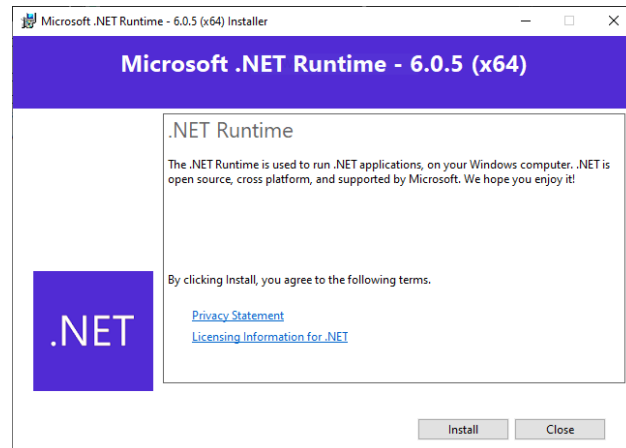
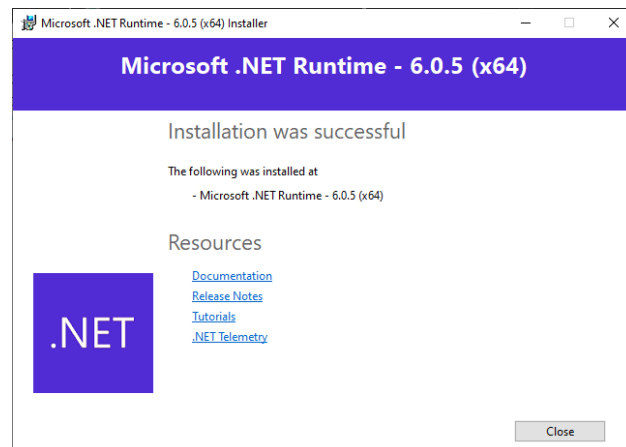

Figure 26: .NET运行时安装窗口。
Figure 27: .NET运行时安装成功窗口。
6. (可选) 如需安装.NET运行时, 请在.NET运行时安装窗口中点击安装 (Fig.26)。安装成功后, 将显示Fig.27所示窗口。